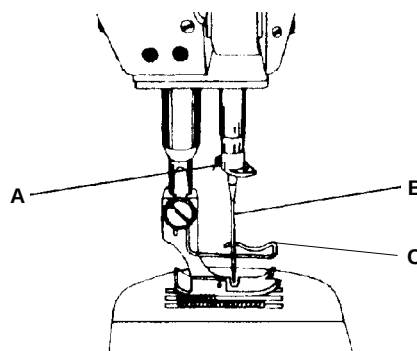

Fig. 4
Ne pas employer la machine à coudre sans protège-doigts (C, Fig. 4) et sans couvercle du tendeur de fil (P, Fig. 2).
6.3 Insertion de l'aiguille (Fig. 4)